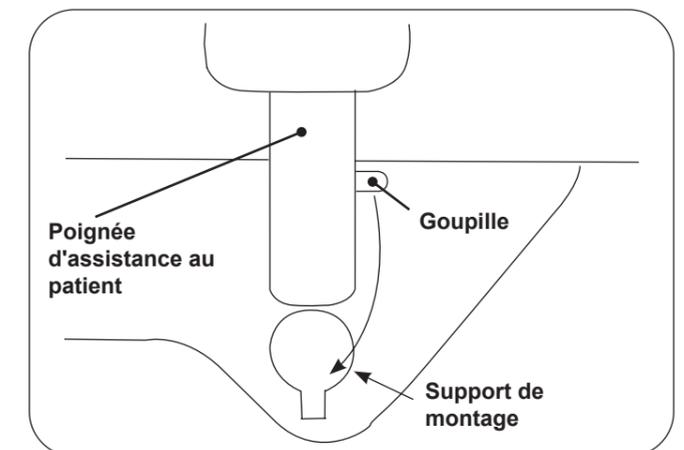

Figure 27. Poignée d'assistance au patient
3. Alignez la goupille de la poignée d'assistance du patient avec la fente correspondante sur le côté de la table. Voir Figure 27.